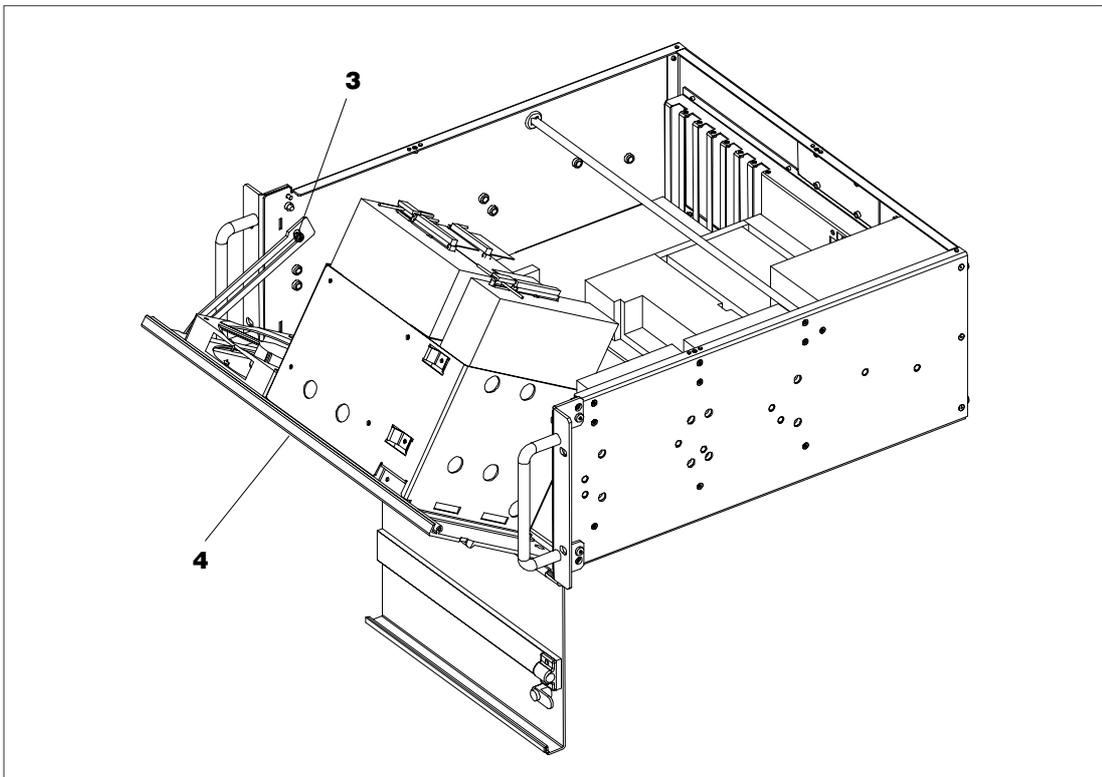

Figura 4-3 Apertura del lato frontale
4. Ribaltare in avanti il frontalino del dispositivo fino allo scatto del bloccaggio **(3)** (vedere la figura 4-3).